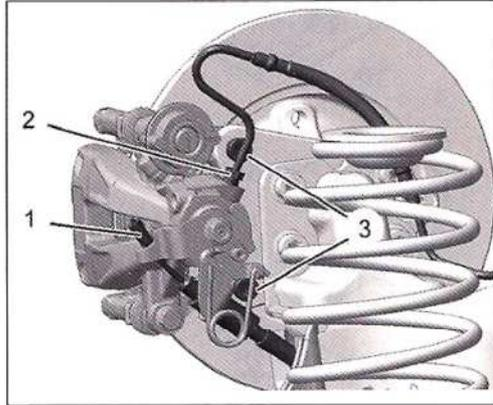

FIG.9
- Separar el cable (1) (Fig.9).